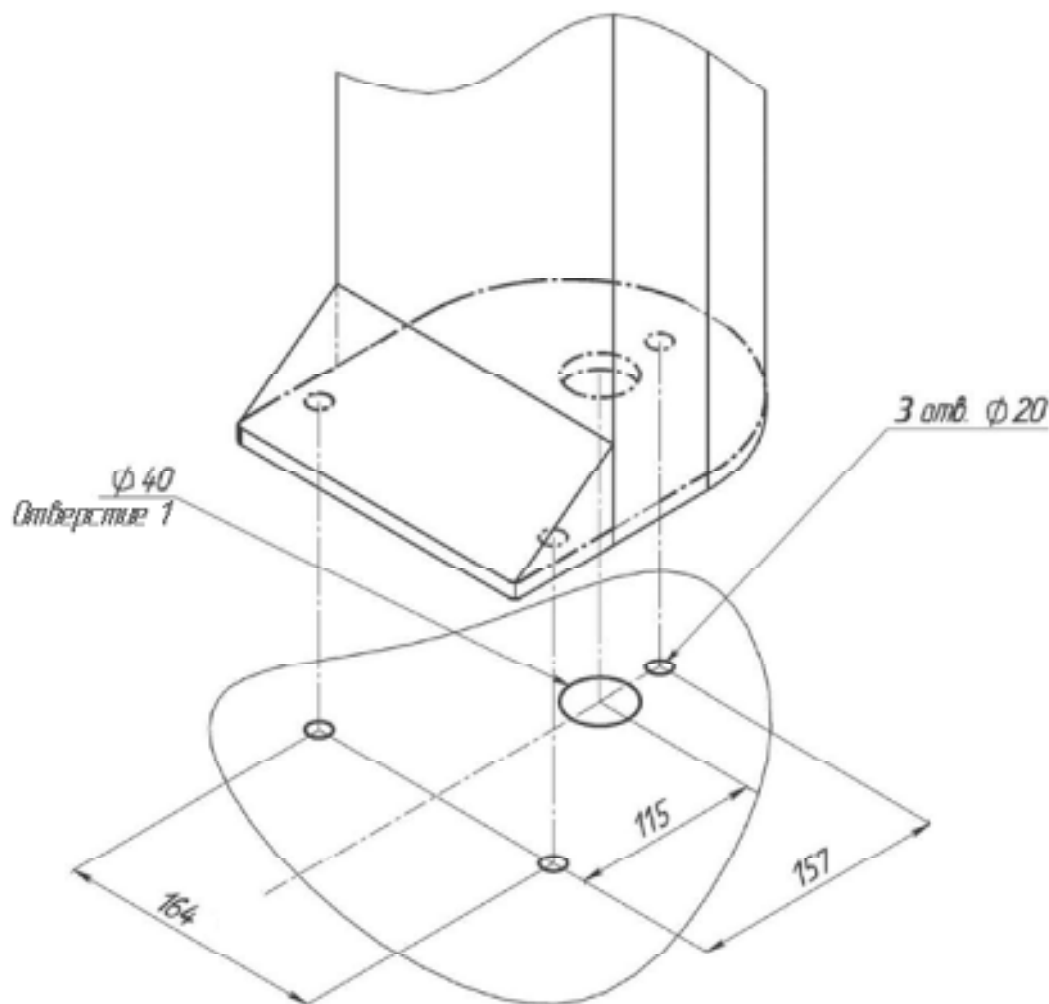
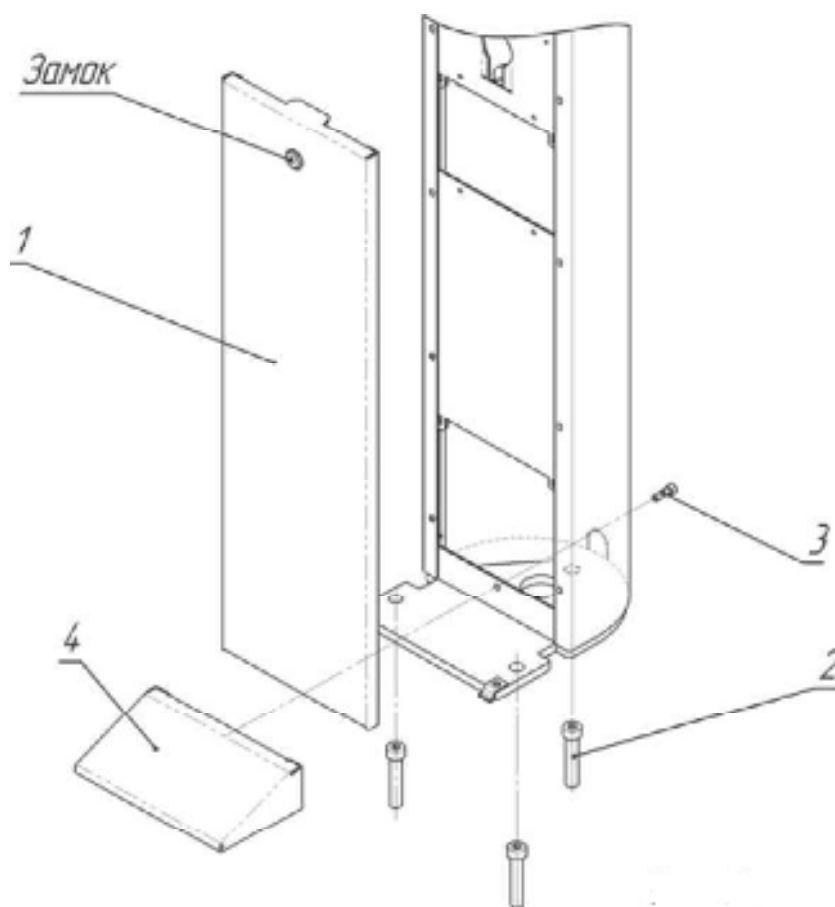
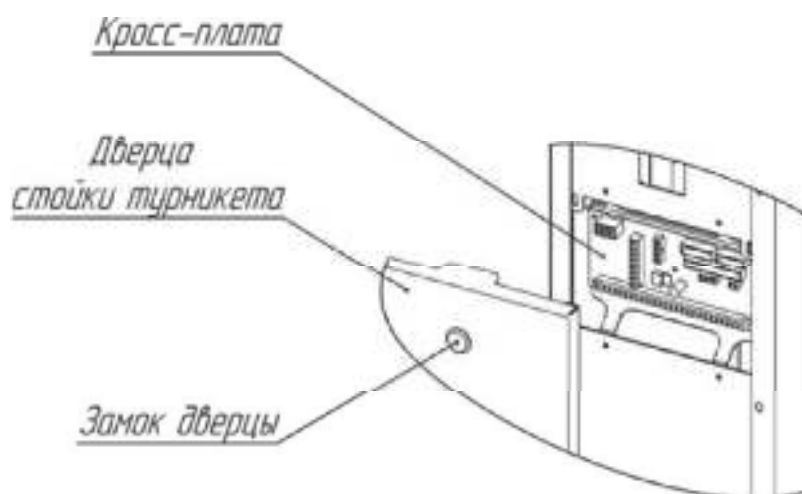
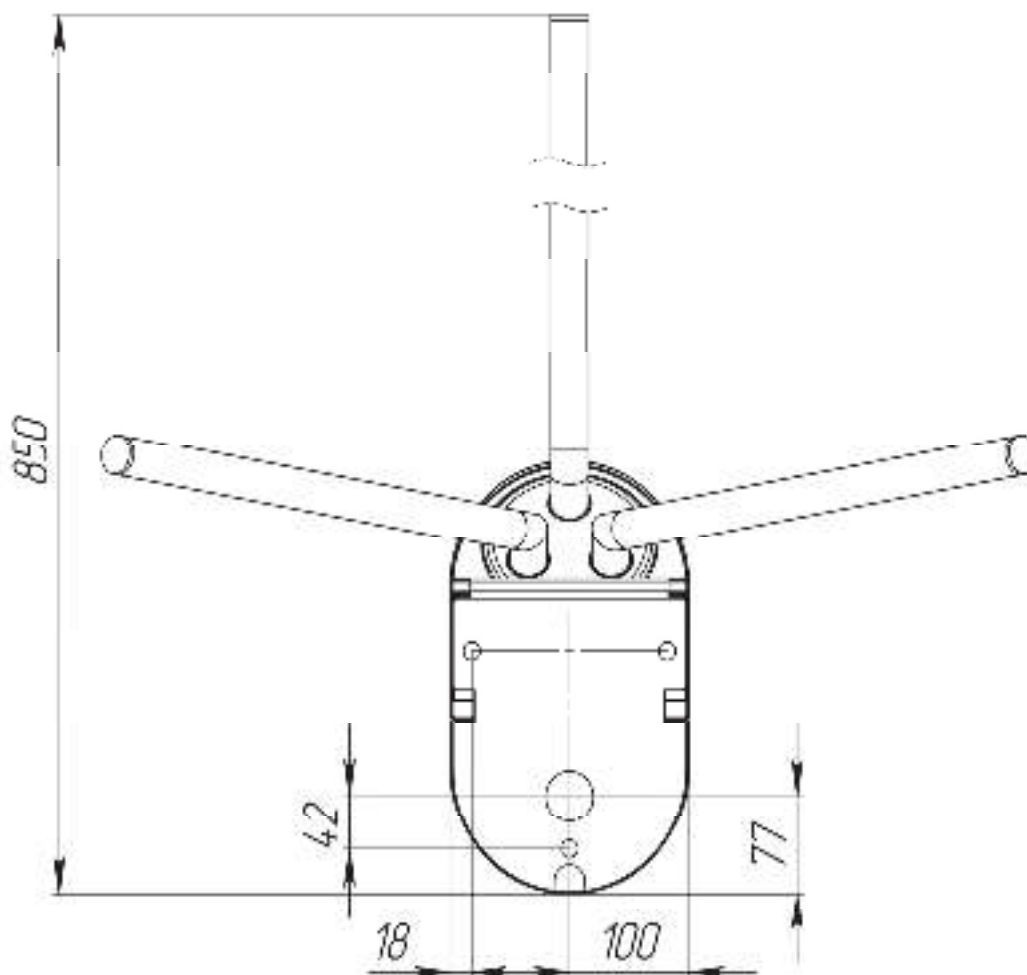

Рис. 6. . Установочные размеры
Рис. 7. . Схема установки турникета
Рис. 8. Расположение кросс-платы на стойке турникета
Рис. 13. Расположение монтажных отверстий относительно внешних габаритов турникета
4.2.3. По установочным размерам (рис. 6), подготовьте 3 отверстия диаметром 20 мм в полу под анкера крепления стойки турникета. Расположение монтажных отверстий относительно внешних габаритов турникета представлено в Приложении 3(рис. 13). Глубина закладного отверстия должна превышать длину анкера на 5 мм. Вставьте анкера в отверстия.
4.2.4. Подводка кабелей производится через отверстие 1 (рис. 6) в нижней плите турникета. Необходимо подготовить штробу для прокладки кабелей.
4.2.7. Установите стойку турникета на подготовленную площадку (рис. 6). Используя ключ, откройте замок и снимите дверцу (1, рис. 7). Заведите в корпус турникета кабели от ПУ, БП и, при необходимости, кабели СКУД и ОПС. Подводка кабелей производится через отверстие 1 в нижней плите турникета (рис. 6). Закрепите кабели кабельными стяжками.
4.2.8. Совместите отверстия в стойке турникета с анкерами в полу. Проверьте вертикальность установки в 2-х плоскостях, при необходимости используйте стальные прокладки требуемой толщины для правильной установки турникета. Закрепите стойку турникета тремя винтами М12 (2,рис. 7), закрутив их в соответствующие анкеры, используя ключ для винта с внутренним шестигранником S10. Установите крышку основания (4,рис. 7) и зафиксируйте ее винтом М6, приложенном в комплекте поставки (3,рис. 7). Установите дверцу (1,рис. 7) в исходное положение и закройте ее на замок.
Подключение БП, ПУ и СКУД осуществляется с помощью кросс-платы. Для этого необходимо открыть дверцу стойки турникета (1,рис. 7), используя ключ. На рис. 8 показано расположение кросс-платы на стойке турникета.